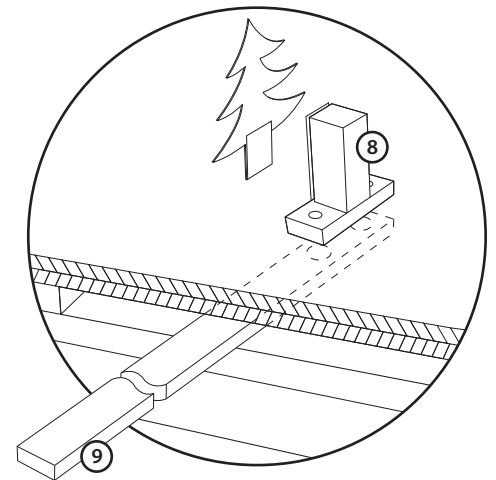

Abbildung 4
Die Befestigung der Figuren zu den beweglichen Gestellen (8) erfolgt mit Velcro. Um die Proportionen des Theaters einzuhalten, sollen die Figuren nicht höher als 8-9 cm sein. Ihre Bewegung überall auf der Bühne erfolgt leicht mit der Hilfe der Stöcke mit Magneten (9). *Abbildung 4*